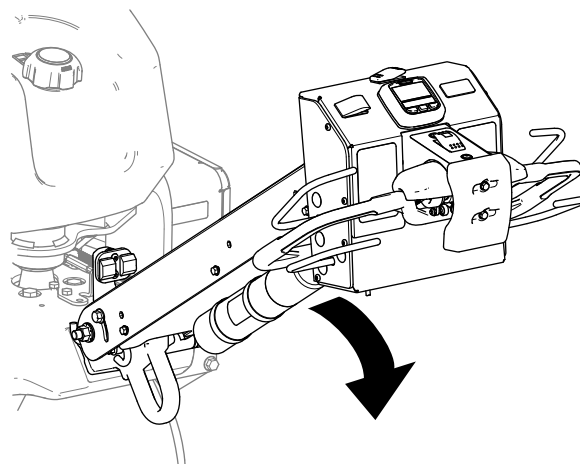

Bild 30
2. Senken Sie den Lenker ab (Bild 30).